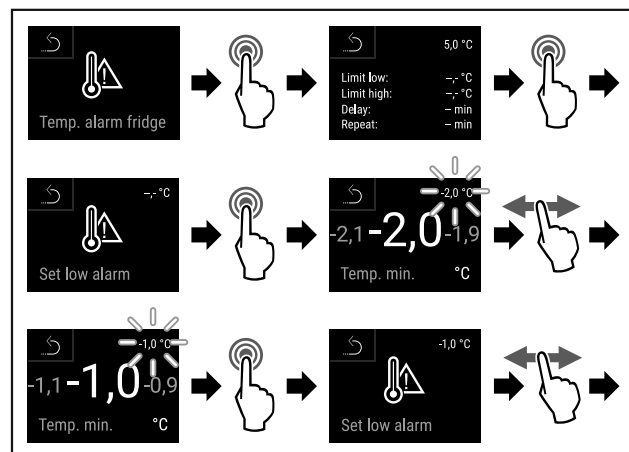

Fig. 140
- Handlungsschritte (siehe Fig. 140) durchführen.